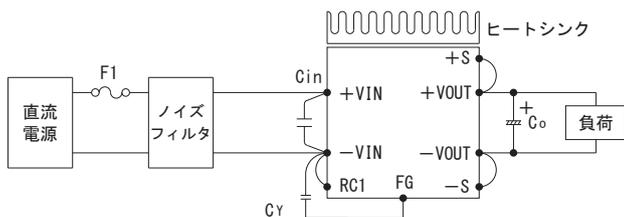

図 1.1 標準接続方法
- 電源を使用するためには、図 1.1 の接続と表 1.1 の外付け部品が必要です。
- 入力ラインでの帰還ノイズ低減、電源の安定動作のために、ノイズフィルタ、接地コンデンサ Cr を接続してください（図 1.1）。なお、ノイズフィルタの選定によっては、フィルタの共振やインダクタンスにより、電源動作が不安定になることがありますので、ご注意ください。
- 入力ラインへの帰還ノイズ低減、電源の安定動作のために、入力側+VIN と -VIN 間にコンデンサ Cin を接続してください（図 1.1）。